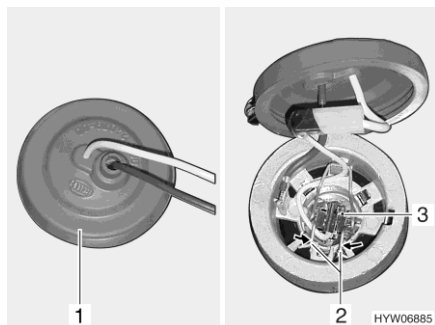

Bild 162 Dimljus
- Handen förs in bakom dimljuset och gummihatten (Bild 162,1) tas av från lamphuset.
- Metallbygeln (Bild 162,2) trycks ihop och tas ur hållaren.
- Ta ut glödlampans kabel (Bild 162,3) från lamphuset.